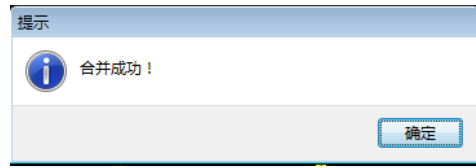

图 2-36 合并成功
- ③ 软件弹出“提示”对话框，单击“确定”按钮完成操作，如图 2-36 所示。